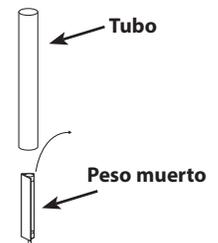

ILUSTRACIÓN 24 (PARA MODELOS LP)
- 16b. Para modelos LP:** levante el tubo del peso muerto para retirar el peso muerto del sistema de ventilación principal en la parte posterior de la freidora. Encontrará el peso muerto bajo el tubo (ver Ilustración 24). Limpie el peso muerto y el tubo (por fuera y por dentro) con agua caliente en un fregadero. Séquelos con un paño. Vuelva a montar el peso muerto y el tubo. Compruebe la junta tórica donde se conecta el tubo de ventilación.